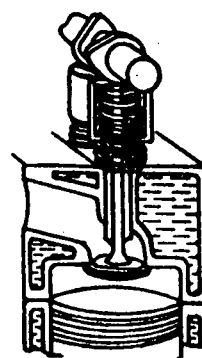

Fig. 5
- Todos os elementos estão colocados no cabeçote (fig. 5).